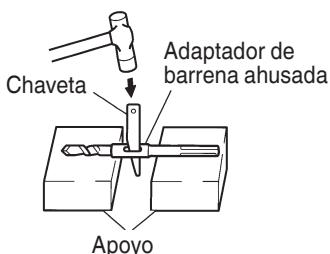

Fig. 13
- (2) Ponga en ON el interruptor de alimentación y perfore un agujero de base.
- (3) Despues de eliminar el polvo con una jeringa, fije la clavija en la extremidad del anclaje e introduzca el anclaje con un martillo de mano.
- (4) Para sacar la broca con la barrena ahusada introduzca una chaveta en la ranura del adaptador de barrena ahusada, ponga apoyos debajo del martillo perforador y golpee la chaveta con un martillo de mano. (Fig. 13)